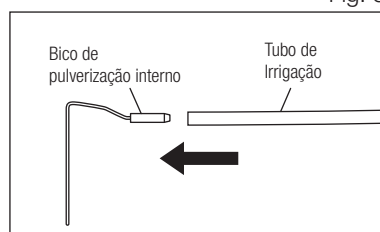

Fig. 7
2) Una firmemente o tubo de irrigação ao bico de pulverização interno. (Fig. 7)